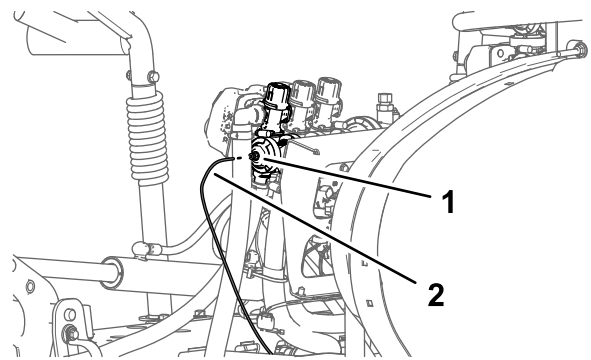

Figura 29
2. Tirate il tubo di rilevamento della pressione per il manometro del cruscotto estraendolo dall'accoppiatore del tubo (Figura 29).
1. Premete sul collare per l'accoppiatore del tubo sul tappo terminale della valvola di sezione delle barre di destra (Figura 29).